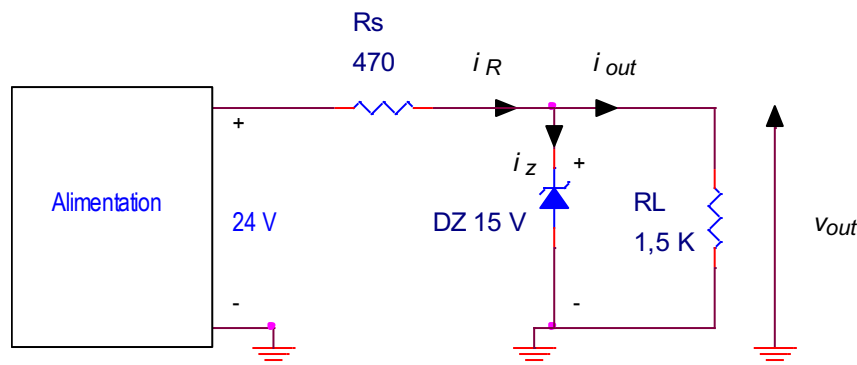

Figure 1
- 3** Quelles sont les puissances dissipées dans les résistances et la diode Zener 1N4744A de la figure 1 ?
- 4** La diode Zener de la figure 1 est une diode 1N4744A. Quel est le minimum de la tension Zener ? Le maximum ?
Le régulateur de tension shunt le plus simple est constitué par une diode Zener D_Z placée en parallèle avec la résistance de charge R_L et par une résistance tampon R_s placée en série cf figure 1.
- 1** Si la diode Zener dans la figure 1 est débranchée, quelle est la tension sur la charge ?
- 2** Calculer les trois courants dans la figure 1.
- 3** En supposant une tolérance de $\pm 5\%$ pour les deux résistances de la figure 1, quel est le courant Zener maximal ?
- 5** La diode Zener de la figure 1 est remplacée par une diode 1N4742A, quels sont la tension sur la charge et le courant Zener dans ce cas ?